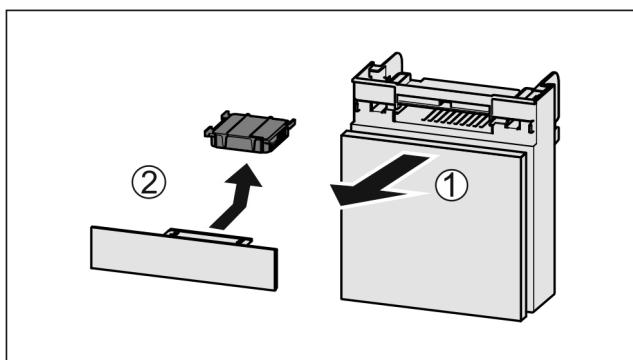

Fig. 56
- Pretinac izvucite Fig. 56 (1) prema naprijed.
- Izvadite filter s aktivnim ugljenom Fig. 56 (2).